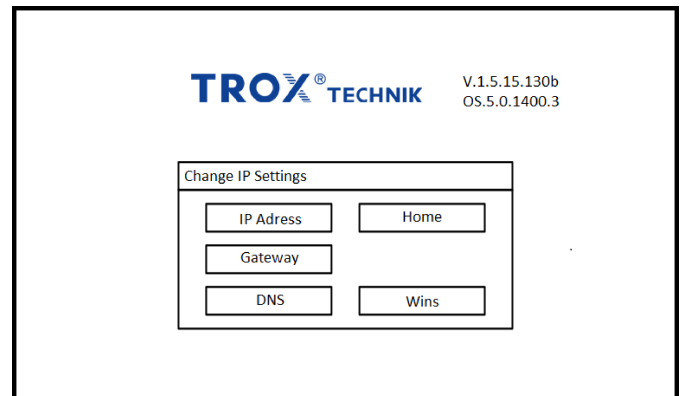

Abb. 59: Change IP Settings
7. ▶ Im Fenster „IP Address“ neue Einstellungen für IP und Subnet vom Touchpanel eingeben. Danach die Einstellungen mit „OK“ bestätigen. Im Fenster „Change IP Settings“ Abb. 59 „Gateway“ auswählen.
8. ▶ Im Fenster „Gateway“ neue Gateway Einstellungen eingeben. Danach die Einstellungen mit „OK“ bestätigen. Im Fenster „Change IP Settings“ Abb. 59 „Home“ auswählen und das Speichern der Änderungen zulassen.